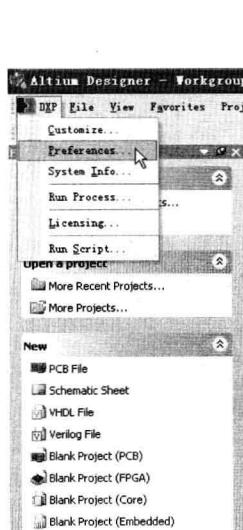

图 1-14 执行“优先设定”命令
**步骤 1▶** 在 Protel DXP 2004 主窗口中选择“DXP”>“Preferences”菜单，如图 1-14 所示。